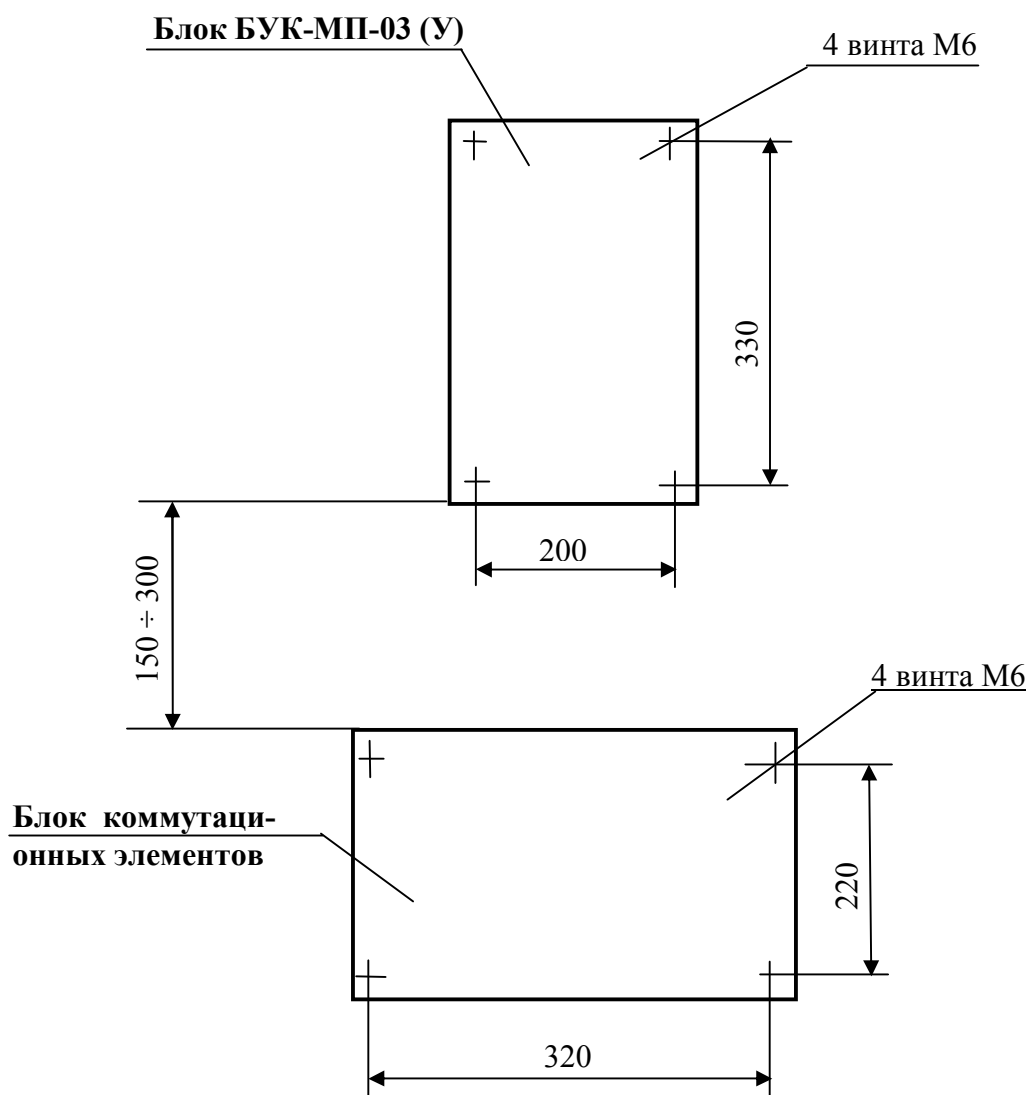

Рис. 1. Разметка под установку блока БУК-МП-03 (У) и блока коммутационных элементов.
2.2.1. Блок БУК-МП-03 (У) устанавливается на вертикальной плоскости (щите) на высоте 1500-1700 мм от уровня пола. Блок коммутационных элементов (для подключения внешнего монтажа) располагается на расстоянии 150 – 300 мм ниже блока. См. рис.1